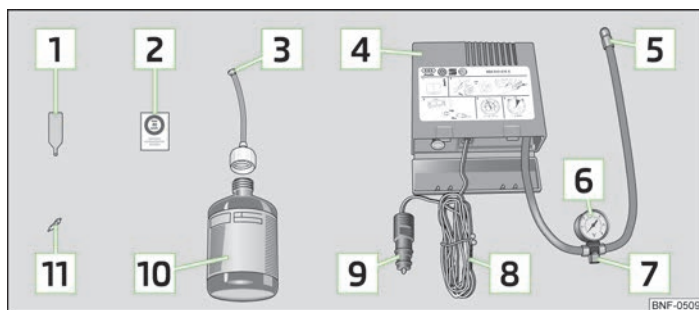

Bild 115 Beståndsdelar i reparationssatsen
- › Fäst etiketten » **bild 115** på sidan 125 på instrumentbrädan i förarens synfält.
- › Skaka däckfyllningsflaskan » **bild 115** på sidan 125 några gånger fram och tillbaka.
- Skruva fast luftkompressorns däckpåfyllningsslang [5] » bild 115 på sidan 125 på däckventilen.